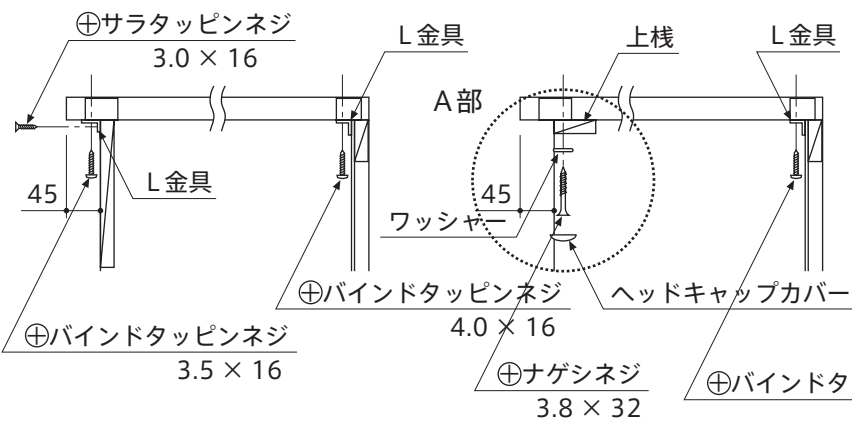

図3 躯体工事壁
- ※ワークトップの壁に接する面にシール材（ワークトップ付属品）を貼り、その上にシーリング材を線状に付着させてから、ワークトップを壁へ押し取付けてください。（図3）